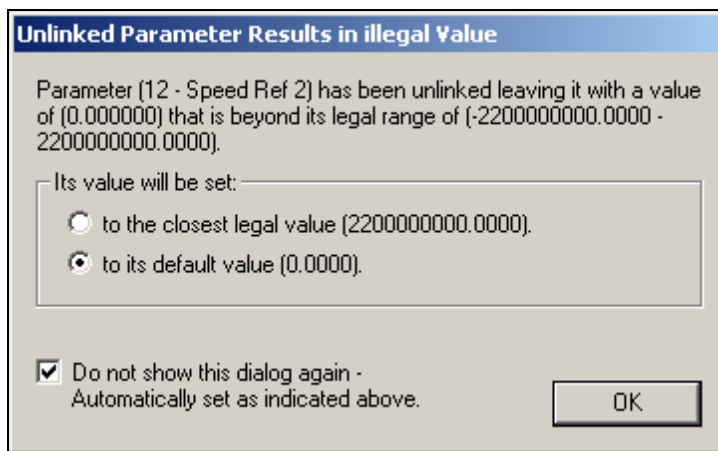

图 6-29 提示对话框
17) 如果收到如所示的提示信息，点击 OK，如图 6-29 所示。